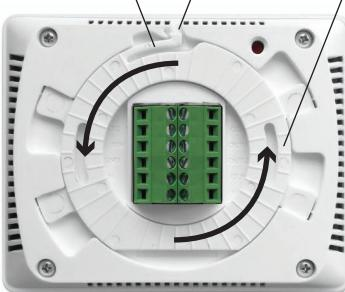

Рис. 4. Термостат без монтажной панели, с пластиной-держателем термостата, вид сзади.
**Для снятия пластины-держателя термостата** с корпуса термостата необходимо нажать на рычажок (Рис.4): надавить вниз в районе углубления тонким предметом, например отверткой, тем самым утопив защёлку рычажка, и повернуть **пластина-держатель** термостата против часовой стрелки.